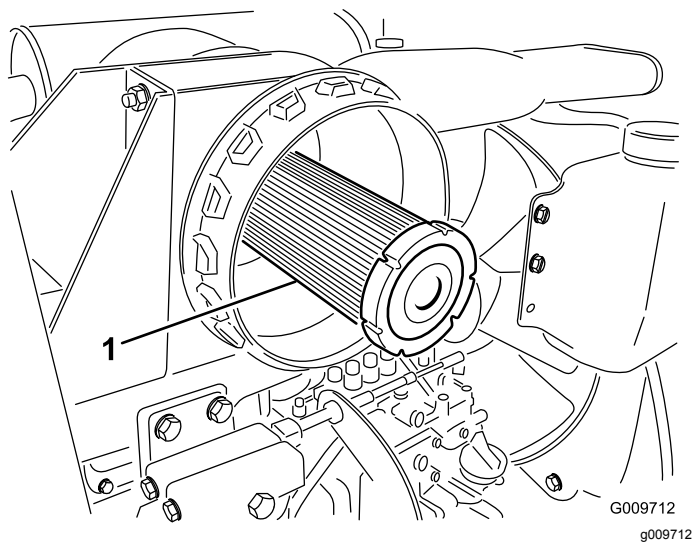

図 90
**重要** 安全フィルタ 図 90 は絶対に洗わないでください。安全フィルタは、主フィルタの3回目の整備時に交換してください。